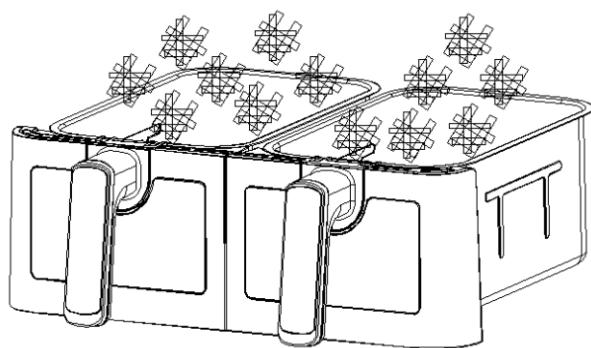

Fig.6
4. Colocar os ingredientes no cesto (Fig. 6).